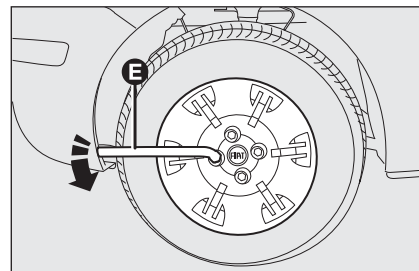

fig. 4
- ☐ afloje de una vuelta aproximadamente los tornillos de fijación de la rueda que va a cambiar **E**-fig. 4;